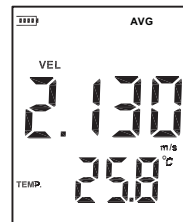

图9
- (3)测风速平均时，LCD屏幕上方显示“AVG”字样，如图9：